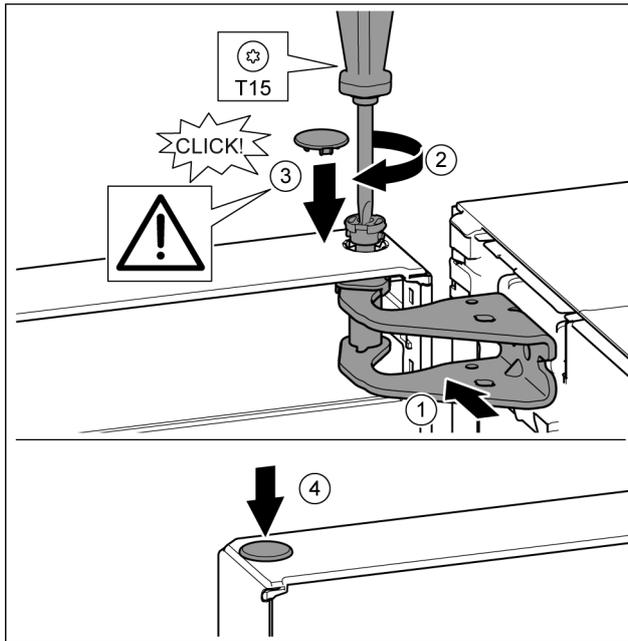

Fig. 40
- ▶ Tür oben zur Öffnung im Lagerbock ausrichten. Fig. 40 (1)
- ▶ Bolzen einsetzen und mit Schraubendreher T15 festschrauben. Fig. 40 (2)
- ▶ Sicherungsabdeckung zur Sicherung der Tür montieren: Sicherungsabdeckung einsetzen und kontrollieren ob sie auf der Tür aufliegt. Ansonsten Bolzen vollständig einsetzen. Fig. 40 (3)
- ▶ Stopfen einsetzen. Fig. 40 (4)